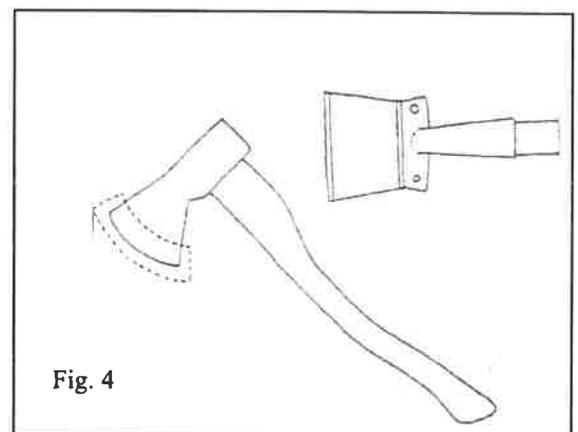

Fig. 4
- Pour le transport, les outils tranchants et les scies seront munis d'une gaine de protection appropriée et efficace (Fig. 4).